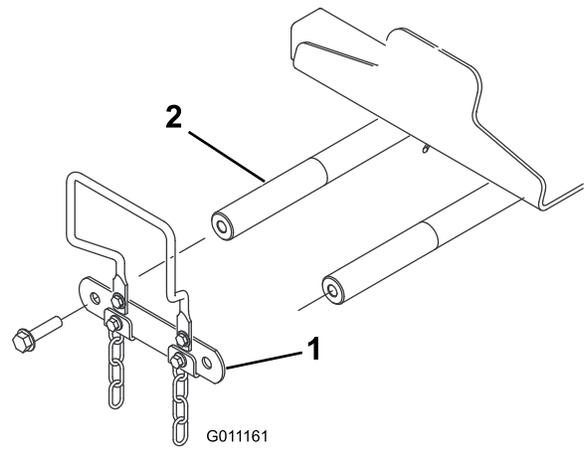

Figure 13
- Retirez les 2 boulons qui fixent la bielle aux axes de pivot du bras de relevage, puis retirez la bielle et mettez-la de côté avec les boulons (Figure 13).